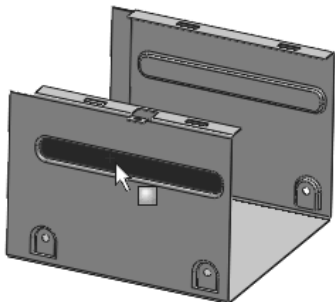

图 10-210 选择绘图基准面
23) 绘制草图。单击图 10-210 所示的面作为基准面, 单击“草图”控制面板中的 (中心线) 按钮, 绘制三条构造线, 一条水平构造线和两条竖直构造线, 两条竖直构造线通过箭头所指圆的圆心, 如图 10-211 所示。添加水平构造线如图 10-212 所示。